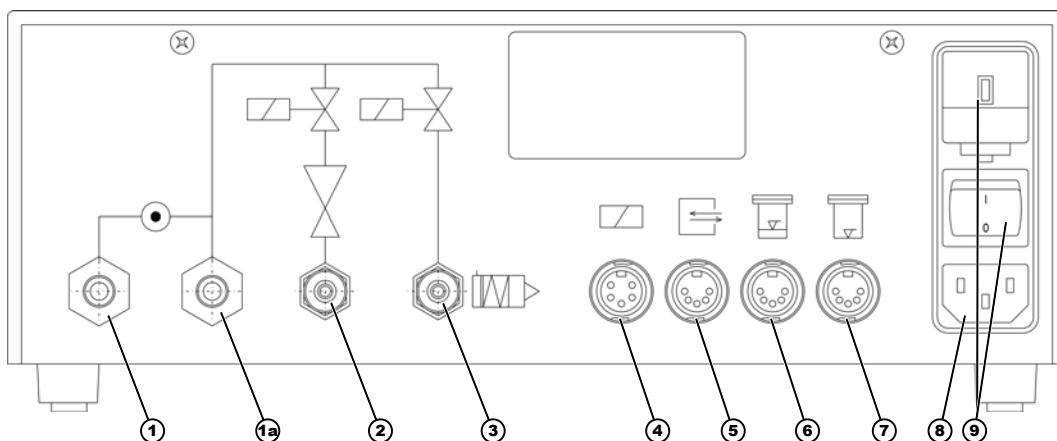

Fig. 3 : Vue arrière
1. Relier la sortie d'air comprimé 1a du Multiline 1000-S (voir Fig. 3 ) au réservoir sous pression au moyen d'un régulateur de pression externe. Ajuster le régulateur de pression sur la pression minimale.
La sortie 1a (voir Fig. 3 ) est une ramifications directe du raccord d'air comprimé 12 du Multiline 1000-S.